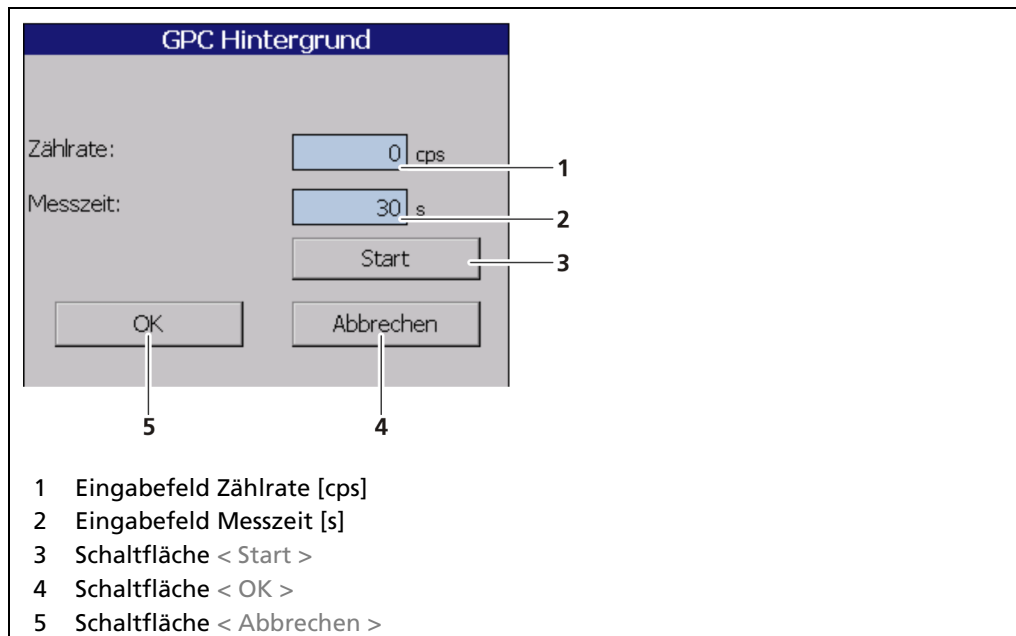

Abb. 95 GPC Kalibrierung Hintergrund
- ▶ Ein neues Fenster „GPC Hintergrund“ zur Ermittlung der Hintergrundstrahlung öffnet sich (Abb. 95).